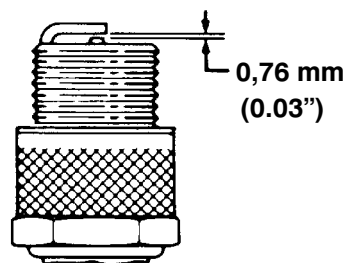

Figure 31
- Régler l'écartement des électrodes à 0,76 mm (0.03") (Fig. 31).